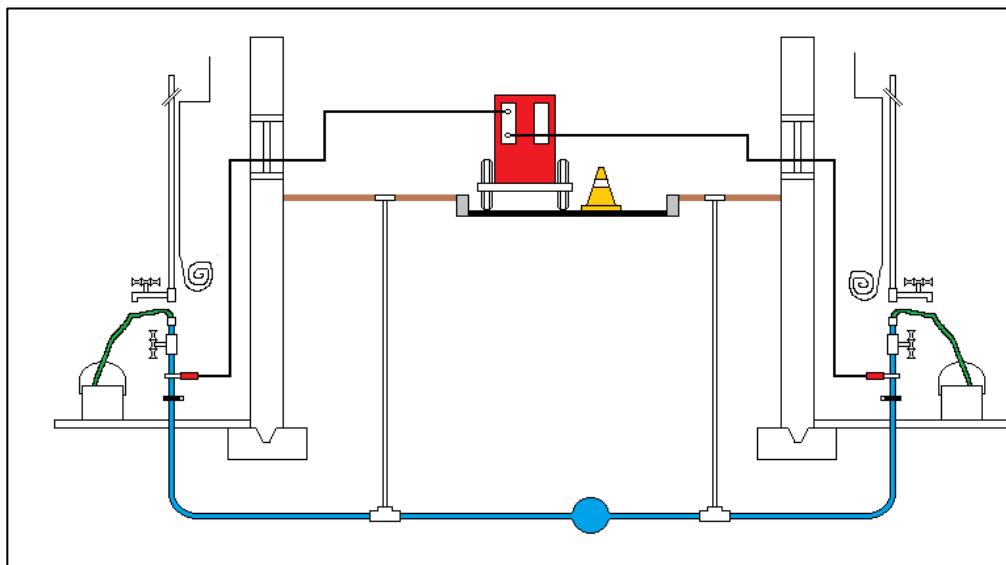

FIGURE 11
- 10.13 Un électricien brosse la conduite, installe la pince du câble électrique provenant de l'appareil de dégel sous la valve principale et positionne une pince ampèremétrique sous celle-ci. (FIG. 11)